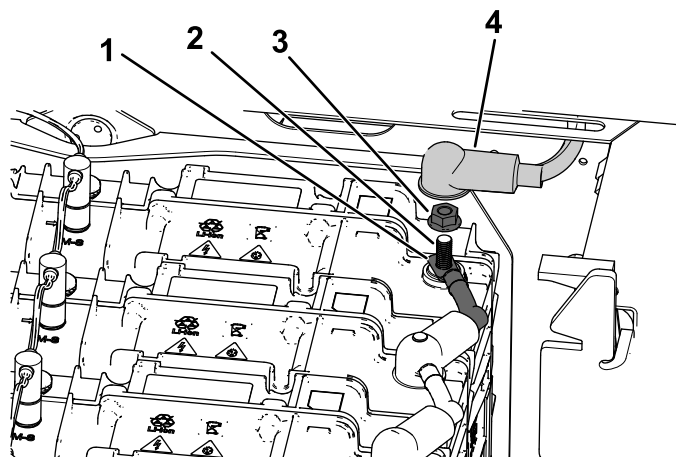

Figura 43
2. Rimuovete il dado flangiato e il cavo negativo (-) della batteria dal polo della batteria (Figura 43).
1. Fissate il cavo negativo (-) della batteria al polo utilizzando il dado flangiato (Figura 43).
2. Inserite la guaina del morsetto negativo (-) della batteria sul polo della batteria (Figura 43).